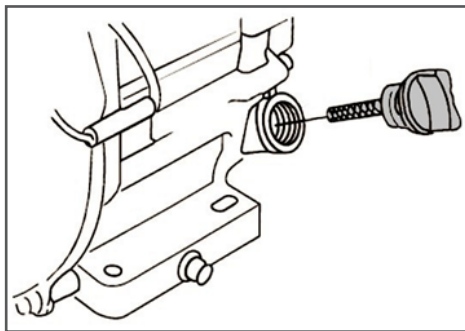

Рис. 4 Крышка-щуп маслозаливной горловины
2. Откройте крышку-щуп маслозаливной горловины и извлеките щуп (Рис. 4).
2. Выкрутите крышку-щуп маслозаливной горловины и извлеките щуп (Рис. 4).